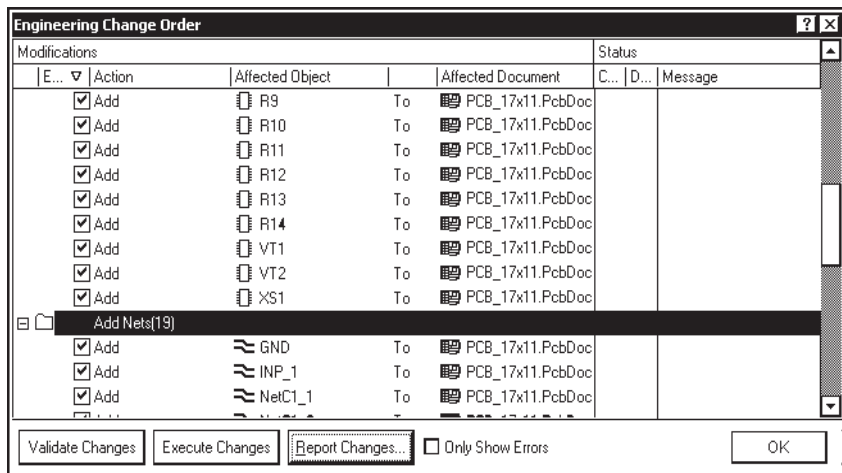

Рис. 5.1. Диалоговое окно упаковки схемы на печатную плату
1. Выполнить команду схемного редактора **Design | Update PCB Document <имя\_проекта>.PcbDoc** (Восстановить документ печатной платы) — в результате откроется диалоговое окно приказа на внесение изменений **Engineering Changes Order** (рис. 5.1).